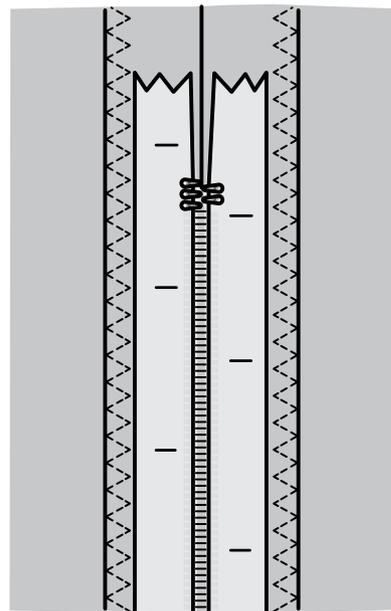

Fig. 1
2. Imbastire il bordo su cui si posizionerà la cerniera. Aprire i due lembi. Collocare il lato destro della cerniera lampo, lungo il margine aperto, con il fermo della cerniera vicino al dentello. Fermare la cerniera sul lato destro con degli spilli (v. fig. 1).